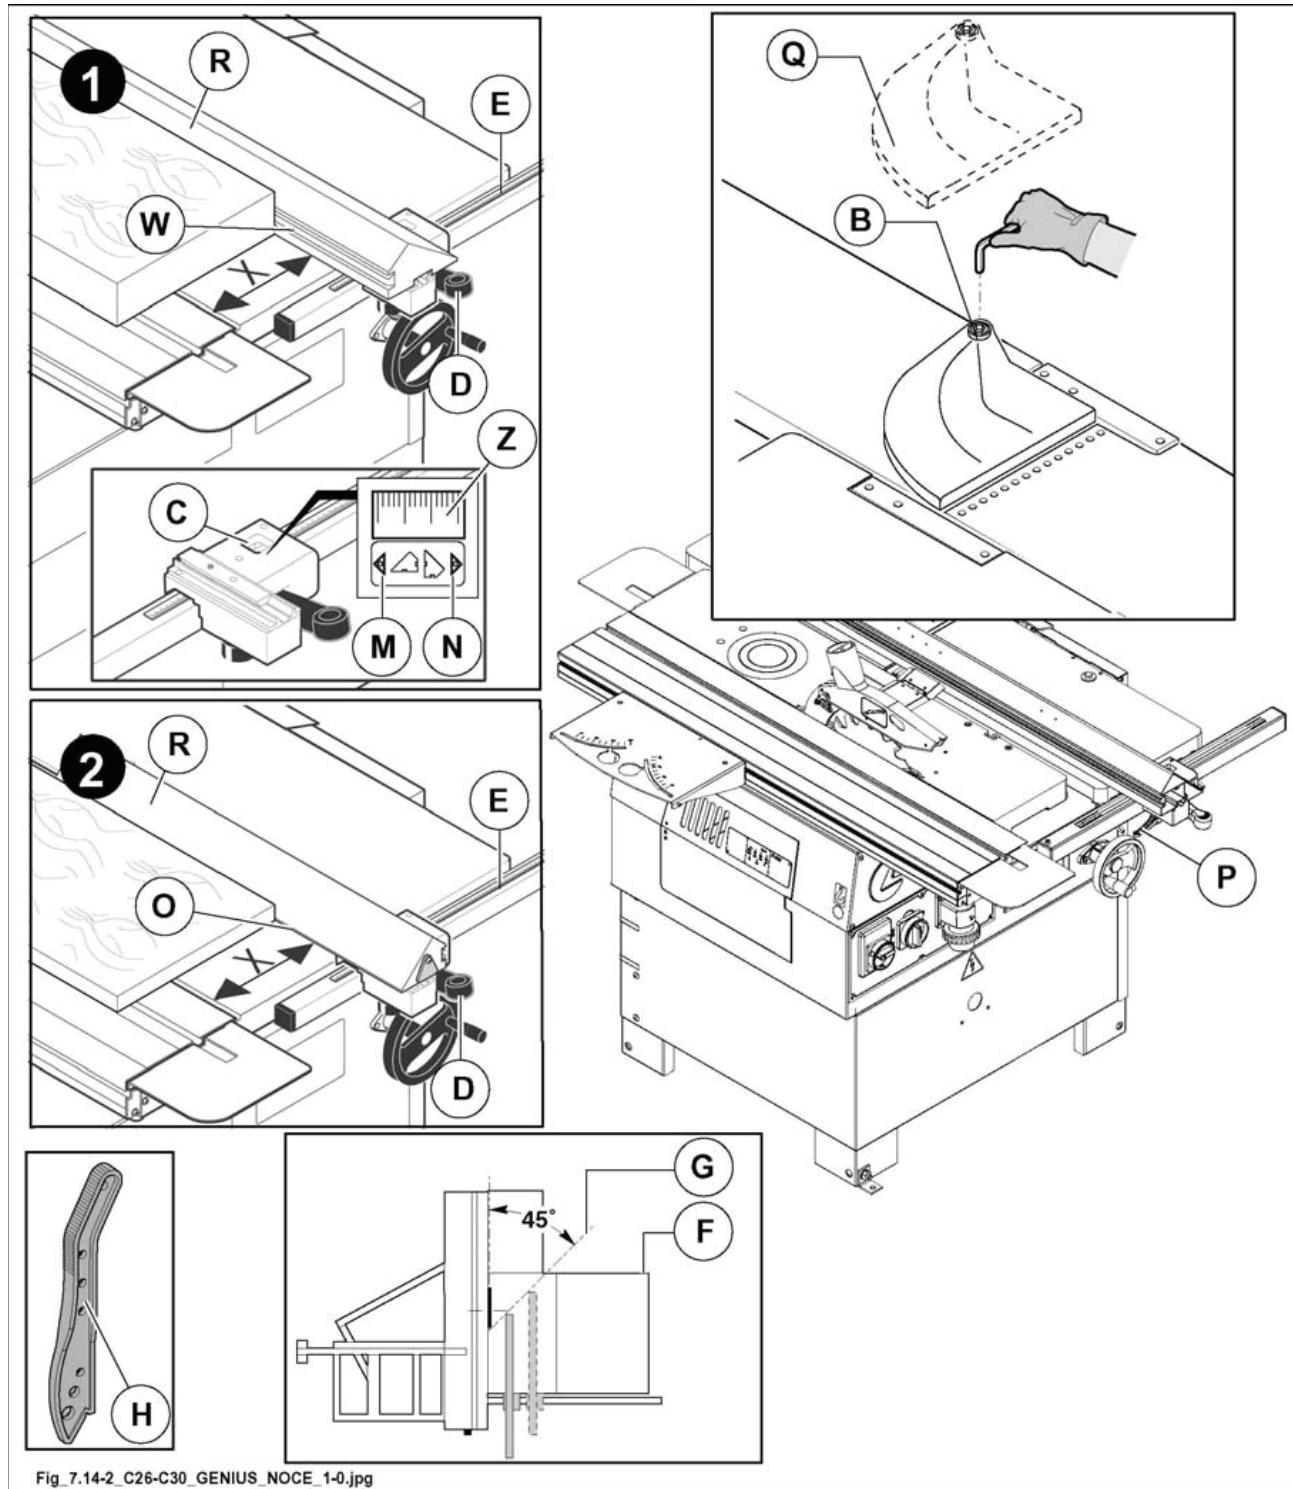

Рис. 7.14-2
Линейка (Р рис. 7.14-2) имеет возможность продольного смещения, после разблокировки рычага (Р рис. 7.14-2); после завершения каждого позиционирования, затянуть рычаг.
*передний конец линии никогда не должен выступать из конца на стороне поверхности (F рис. 7.14.2), а должен переходить к воображаемой линии (G рис. 7.14.2), которая начинается с первым зубом резца и проходит на 45° вперед. Это необходимо для того, чтобы избежать зацепления восходящих зубьев за детали и оператора.*
Линейка R (рис. 7.14-2) может принимать 2 положения. Для этого ослабить рычаг Р (рис. 7.14-2).
- 1) Вертикальное положение с боковиной (W рис. 7.14-2), повернутой к элементу.
- 2) Горизонтальное положение (O рис. 7.14-2) для резов тонких элементов и для наклонных резов.
*данное положение позволяет создать пространство для продвижения древесины при помощи толкателя (H рис. 7.14-2), который входит в комплект станка.*
- 3) После установки линейки снова затянуть рычаг Р (рис. 7.14-2).
- Ослабить фиксатор D (рис. 7.14-2);
- Вручную сместить блок направляющей линейки, ориентируясь по шкале Е (рис. 7.14-2). Значение считывается через вырез С (рис. 7.14-2) опоры.
- Затянуть фиксатор D (рис. 7.14-2).
Для задания ширина раскroя оператор должен ориентироваться по шкале Е (рис. 7.14-2) - по рискам М (рис. 7.14-2) или N (рис. 7.14-2) на указателе Z (рис. 7.14-2). Риска М (рис. 7.14-2) или N (рис. 7.14-2) выбирается в зависимости от положения направляющей линейки - О или W (см. рис. 7.14-2).
- Ослабить болт В (рис. 7.14-2).
- Отвести ограждение Q (рис. 7.14-2).